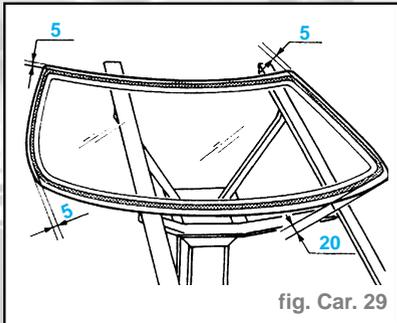

fig. Car. 29
- Dans la partie inférieure du pare-brise appliquer le mastic en suivant scrupuleusement les cotes indiquées dans le dessin, pour éviter qu'il ne finisse sur les pattes de retenue (fig. Car. 29 et 30).